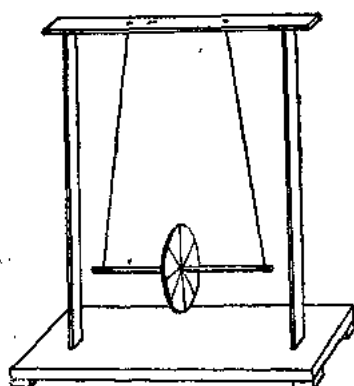

图 3
4. 最后把线的两端穿过图中所示的支架横梁上的小孔。装置时要求两根线的长度相等,并使中心轴保持水平。这样一个七色的滚摆就做成了(图 3)。